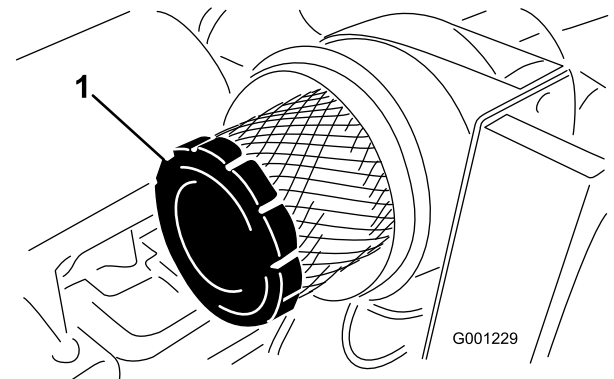

Figure 48
4. Déposez et remplacez le préfiltre (Figure 48).